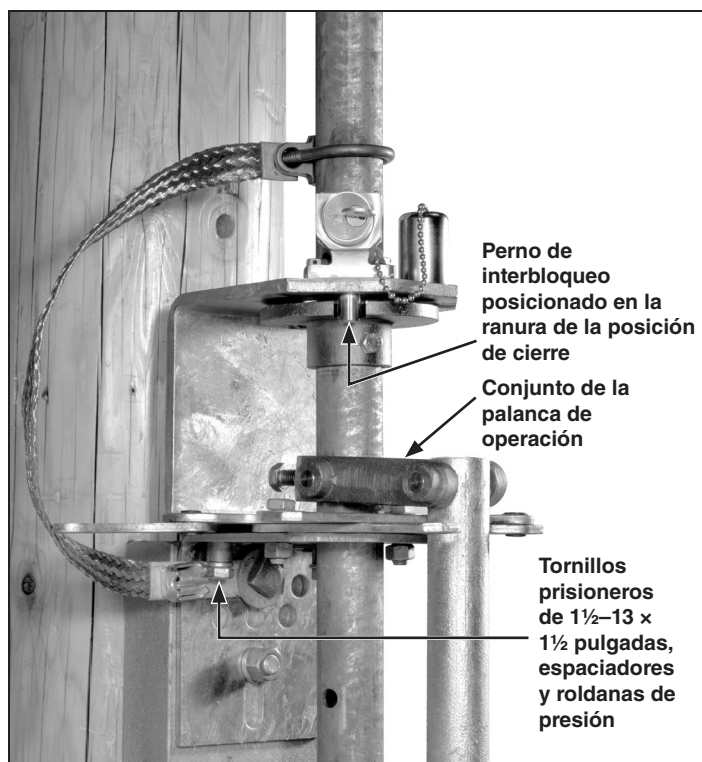

Figura 14. Fijación del conjunto de la palanca de operación.
**PASO 18.** Fije el conjunto de la palanca de operación a la sección más baja del tubo de operación vertical utilizando los tornillos perforantes de sujeción proporcionados. La clavija debe engancharse en el orificio pasante del tubo de operación vertical que se encuentre más cerca de la posición que se muestra en el plano de montaje. Vea la Figura 14.